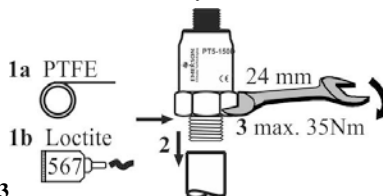

Рис. 3
**Резьбовое соединение NPT датчика PT5-150D (Рис. 3)**